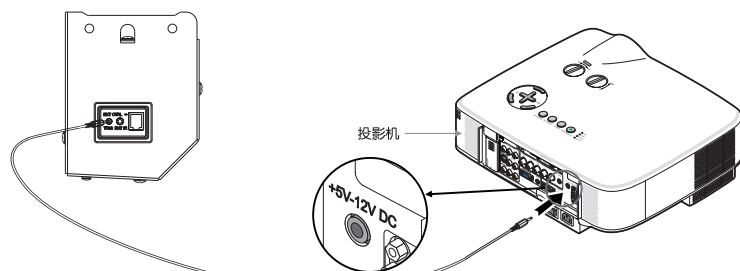

图17
- 1、将触发器线(另行选购)一端插入外壳左端盖的触发器接插孔TRIG(如图17)，另一端插入投影机的12V输出孔。